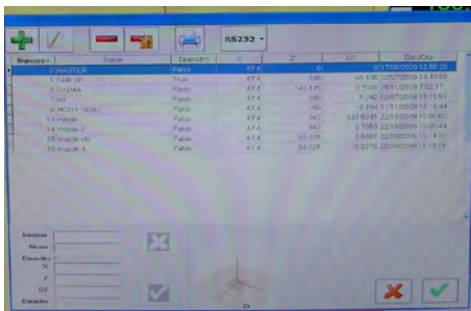

fig. O6
- La fenêtre avec la liste des origines s'ouvre (fig. O6)